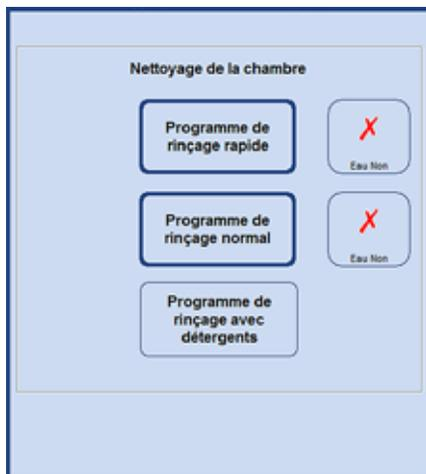

Fig. 220
- Pour sélectionner une étape d'eau, appuyer sur le bouton **EAU OUI/NON** et une coche verte apparaîtra (fig. 218/219). L'étape d'eau est toujours la troisième étape du programme de nettoyage, elle ne constitue donc pas une étape supplémentaire au programme de nettoyage illustré à la fig. 220.